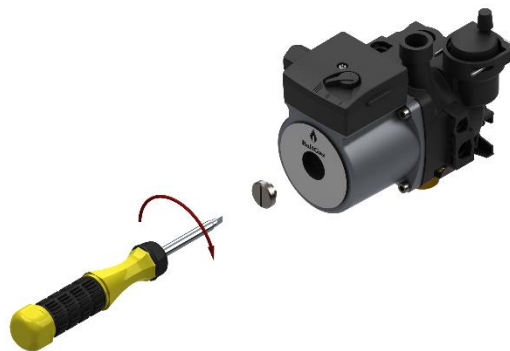

Рис. 5 Проверка циркуляционного насоса
- При давлении свыше 2 бар открыть клапан дренажный (21), см. п. 13.1 на стр. 20, понизив давление до 1,5 бар. При давлении ниже 1 бар – открыть кран подпитки контура отопления (16) и закрыть кран при достижении давления от 1 до 1,5 бар;
- не заблокирован ли насос. Для этого при помощи отвёртки открутите заглушку насоса и поворачивайте его вал несколько раз в разные стороны (см. рисунок 5). Затем плотно закрутите заглушку. При выполнении данной операции возможны протечки теплоносителя из насоса, после установки заглушки необходимо удалить остатки теплоносителя с компонентов котла (протереть);